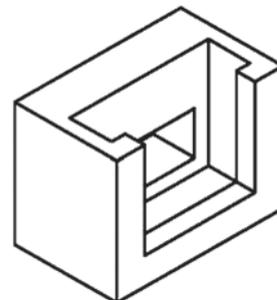

Рис.2
- Затворы такого размера не могут быть зафиксированы только одними анкерными болтами. Их необходимо бетонировать. В стене необходимо сделать паз по форме, показанной на рис.2.